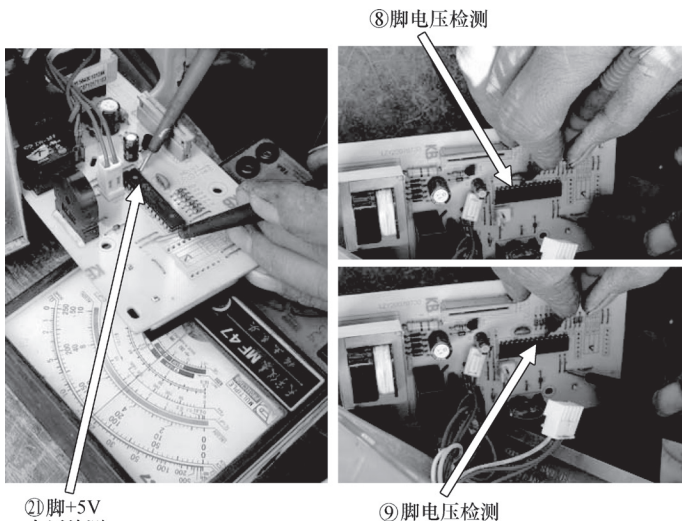

图 6-8 检测②①、⑧和⑨脚
测量 CPU 的②①脚 +5V 电压、⑧脚和⑨脚时钟电压，如图 6-8 所示。